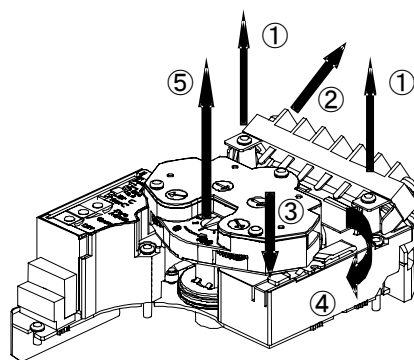

图9 拆卸辅助开关时
- ① 拆卸螺丝(2处)。(参照图9的①)
- ② 拆卸端子板。端子板和制动器是一体型。(参照图9的②)
- ③ 一边按下按钮(图9的③),一边按照顺时针方向旋转辅助开关单元。
(参照图9的④)
- ④ 向上进行拆卸。(参照图9的⑤)